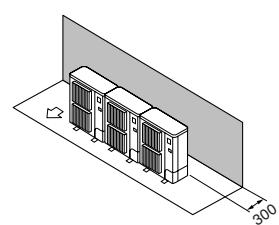

Fig. 2-8
① Εμπόδια στην πίσω πλευρά μόνο (Fig. 2-8)